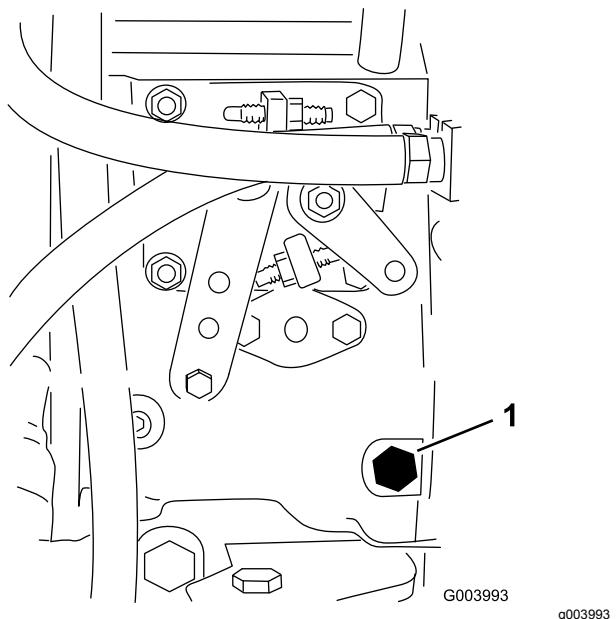

図 23
- 12mmのレンチを使って、燃料噴射ポンプ図 23についているエア抜きねじを開く。